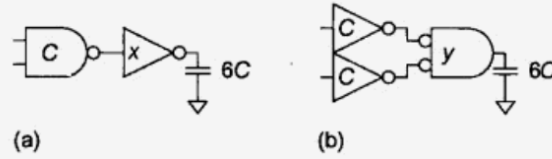

图 4.39 两输入与门
4.10 考虑图 4.39 中两种方式设计的两输入与门。定性判断哪种设计将更快些。计算出达到这一延时的路径努力,延时以及 x 和 y 的输入电容,以此来支持你的判断。